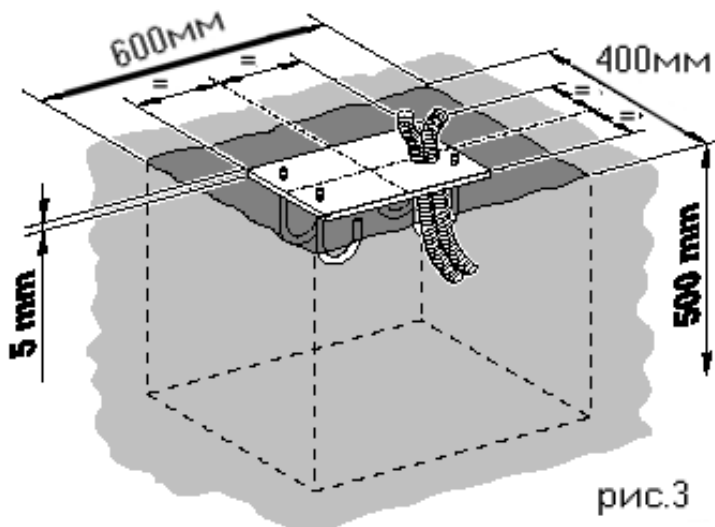

рис.3
- 2) Подготовьте цоколь, как показано на Рис. 3 (для мягкого грунта).
- 3) Установите плиту основания, как показано на Рис. 3, и проложите один или несколько кабелепроводов для электрических кабелей. С помощью уровня добейтесь того, чтобы плита была расположена совершенно горизонтально.